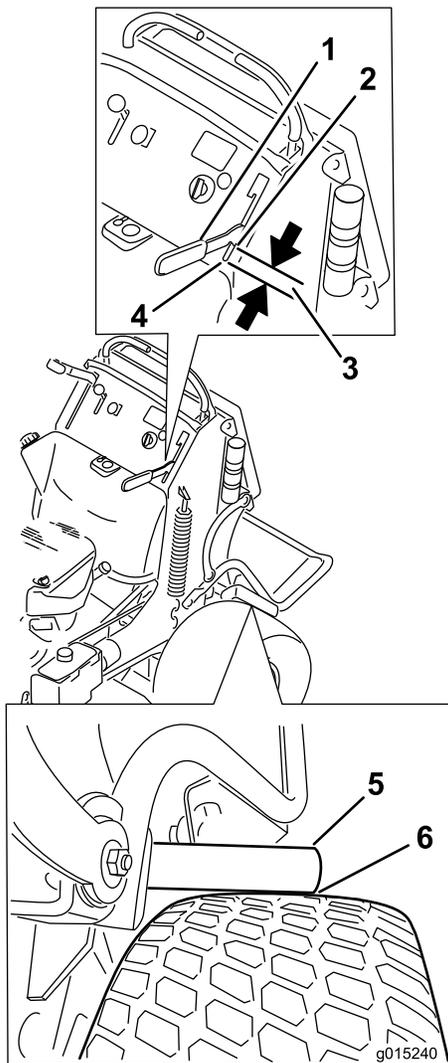

Bild 63
4. Aktivieren Sie den Bremshebel, bis die Bremsbügel gerade den Reifen berührt (Bild 63).
5. Messen Sie den Abstand von der Vorderkante des Handhebels bis zum Ende des Schlitzes am Armaturenbrett, wenn der Bremsbügel den Reifen berührt (Bild 63).